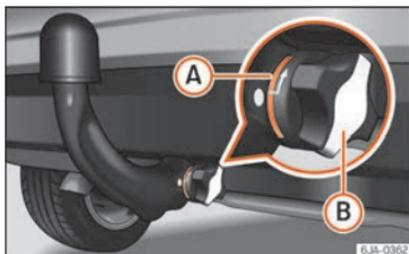

Fig. 238 La barra a testa sferica è fissata correttamente.
- Il settore rosso **A** » **fig. 238** sulla manopola è rivolto verso il settore bianco della barra a testa sferica.